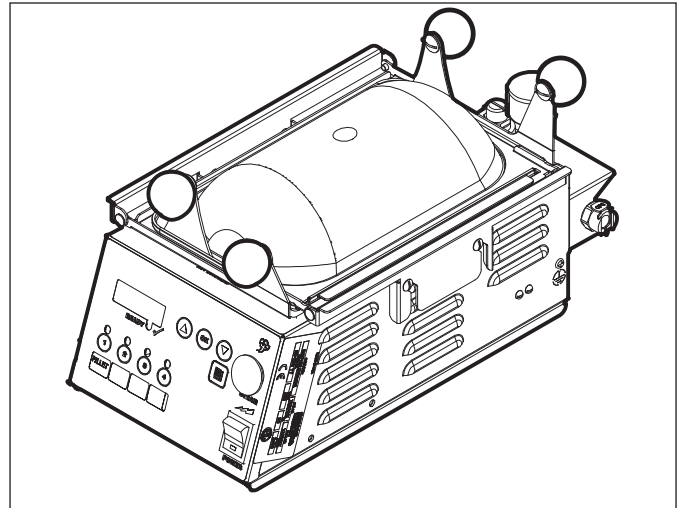

figura 1. Cuptor cu aburi SS-200TT
- Unitatea cuptorului cu aburi (figura 1)